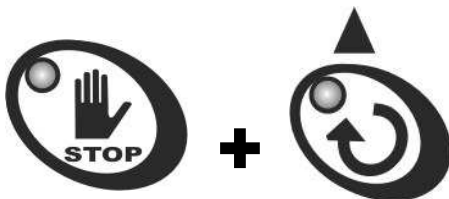

Fig.1
3. Während sich die Maschine in STOP-Stellung befindet, gleichzeitig die Tasten "**STOP**" und "**RÜHRWERK**" drücken und erst loslassen, nachdem die Bildschirmseite zur Identifizierung per Passwort erscheint (Abb. 1).